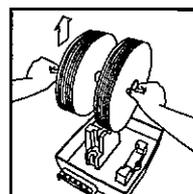

Fig. 44
- Sortez les disques du plateau en les levant tout droit; tenez pour ceci l'axe central se trouvant de part et d'autre de l'ensemble (fig. 44). Nettoyez les disques avec un détergent doux et de l'eau.